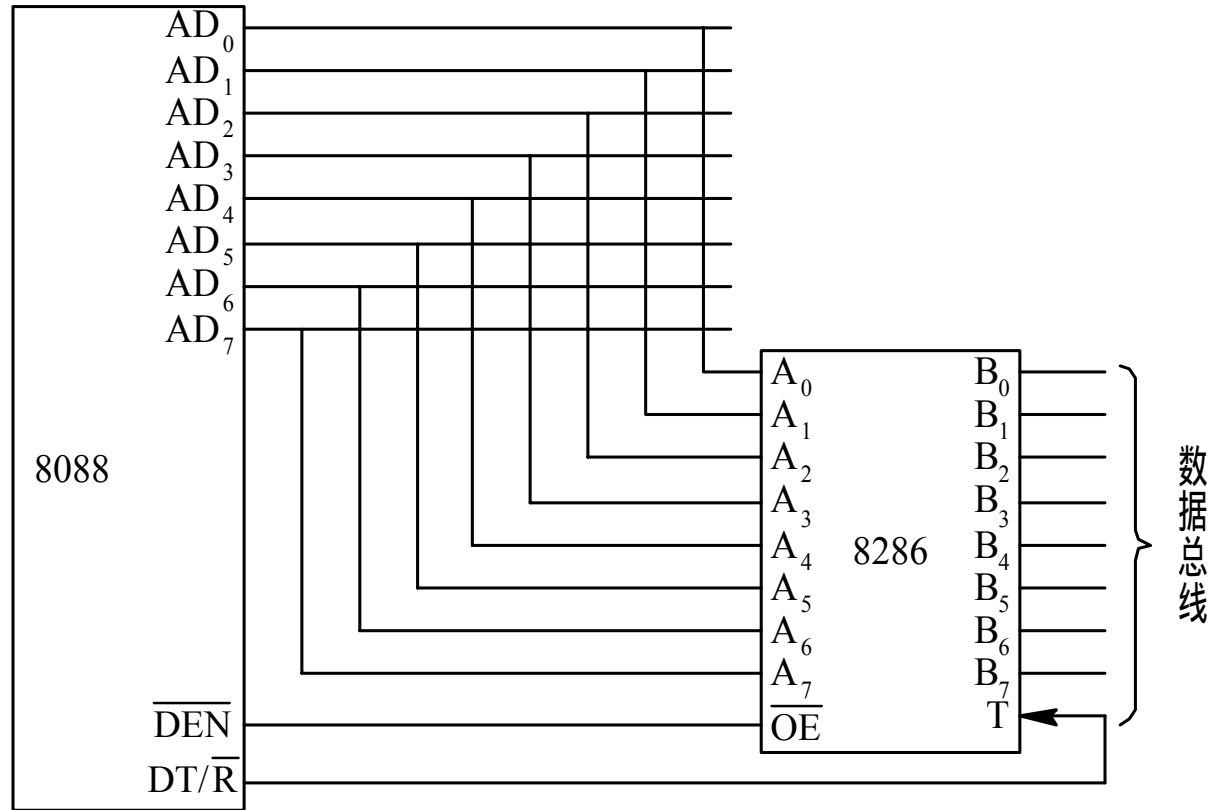

图7-18 8286收发器和8088的连接
- 从下图7-18中可以看到，8286具有两组对称的数据引线， $A_7 \sim A_0$ 为输入数据线， $B_7 \sim B_0$ 为输出数据线。当然，由于在收发器中数据是双向传输的，因此实际上输入线和输出线也可以交换。用T表示的引脚信号就是用来控制数据传输方向的。当 $T = 1$ 时，就使 $A_7 \sim A_0$ 为输入线；当 $T = 0$ 时，则使 $B_7 \sim B_0$ 为输入线。在系统中，T端和CPU的DT/R端相连，DT/R为数据收发信号。当CPU进行数据输出时，DT/R为高电平，于是数据流由 $A_7 \sim A_0$ 进入，从 $B_7 \sim B_0$ 送出；当CPU进行数据输入时，DT/R为低电平，于是数据流由 $B_7 \sim B_0$ 进入，而从 $A_7 \sim A_0$ 送出。